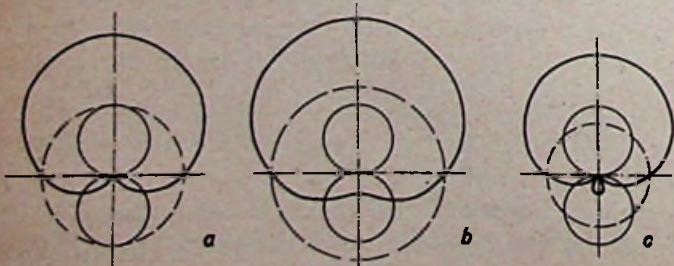

Bild 4. Richtkennlinien: ———— Kardioide, ———— Peilspannung, - - - - - Hilfsspannung.
nung abgibt, wenn die Rahmenebene in die Ausbreitungsrichtung der Welle (Vektor Φ) gedreht wird, da dann der Winkel zwischen Ausbreitungsrichtung und Rahmenebene, α in Gleichung (12), gleich 0 wird (also $\cos \alpha = 1$). Dreht man den Rahmen jetzt aus dieser Maximumstellung um 360° , so folgt die induzierte Spannung einer \cos -Funktion; in Polarkoordinaten dargestellt, ergibt sich also als Empfangscharakteristik des Drehrahmens ein Doppelkreis. Führt man diese Spannung einem Empfänger zu, so ergeben sich bei der Drehung um 360° zwei Maxima und zwei Minima. Wie der Doppelkreis in Bild 4 sofort erkennen läßt, sind die beiden Maxima sehr flach, die beiden Minima dagegen sehr scharf ausgeprägt. Es ist daher bei diesem Peilverfahren üblich, die Minimumstellung des Rahmens zur Peilung auszunutzen. Die Ausbreitungsrichtung der Welle erscheint dann um 90° versetzt, was sinngemäß bei der Skaleneichung berücksichtigt werden kann.
Durch entsprechende Bemessung der Kopplung läßt sich erreichen, daß der Betrag der Hilfsantennen-Rundspannung dem Betrag der maximalen Rahmenspannung entspricht. In Bild 4 läßt sich dann die Hilfsantennenspannung als Kreis um die Rahmencharakteristik einzeichnen, und als Resultat ergibt sich die sogenannte „Kardioide“, deren Minimum, wie aus Bild 4a ersichtlich, gegenüber den Rahmenminima um 90° versetzt ist. Bei zu großer Hilfsantennenspannung entsteht die „Überkardioide“, bei zu kleiner die „Unterkardioide“, die beide keine saubere Minimeinstellung ermöglichen (4b und 4c).